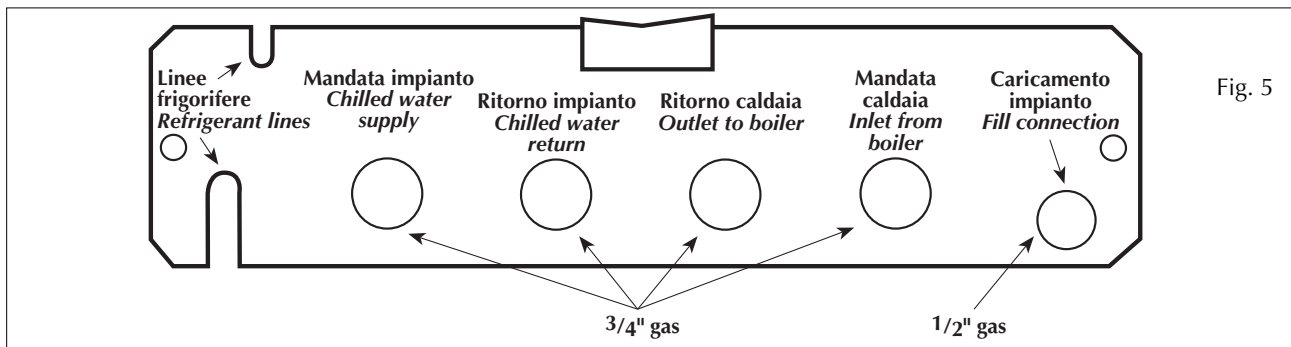

Fig. 5
Il modulo ID va installato verticalmente a parete, **agganciandolo alla dima metallica disponibile come accessorio**. Tale dima deve essere utilizzata come riferimento per la posizione degli attacchi idraulici e frigoriferi (Fig. 5 e 6).
*The ID module must be installed vertically to a wall, **hooking it onto the metal template available as an accessory**. This template must be used as reference for the hydraulic and refrigerant connections (Fig. 5 and 6).*